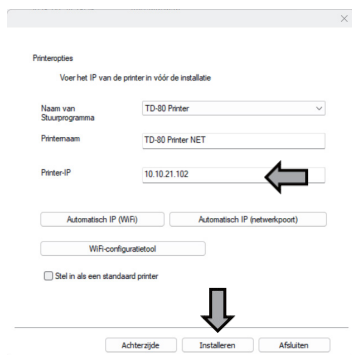
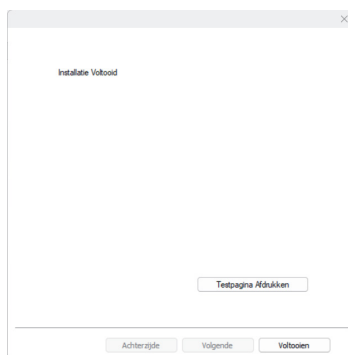

Bild 13
Bild 14
⑦ Välj "Automatiskt IP (nätverksport)" i gränssnittet för nätverksinstallation. När IP-adressen har hämtats klickar du på "Installera" för att fortsätta (se bild 13) och väntar tills drivrutinsinstallationen är klar (se bild 14).